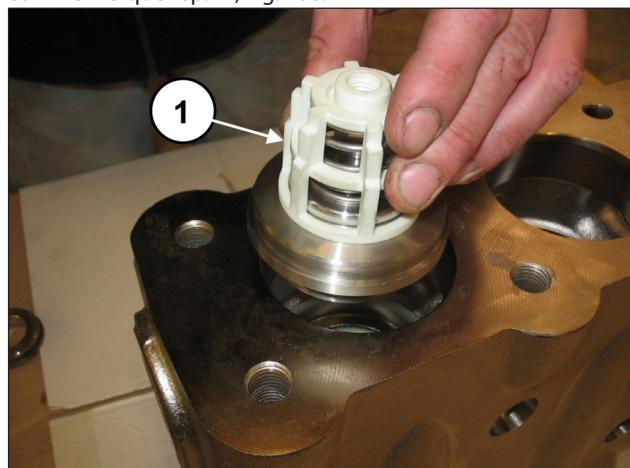
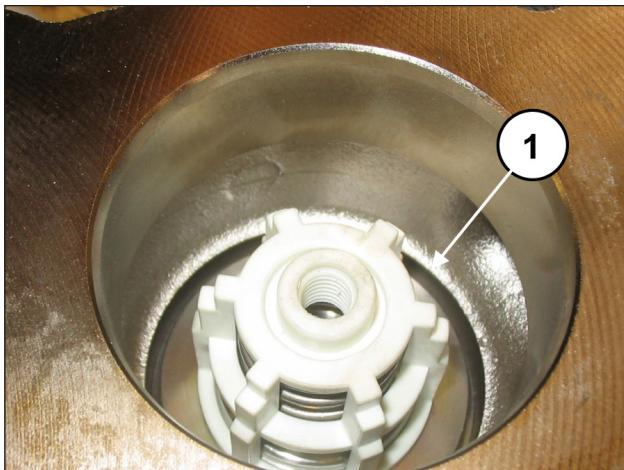

Fig. 107
Fig. 108
Placer le groupe soupape de refoulement (rep. ①, Fig. 107). Engager à fond le groupe soupape qui devra être positionné comme indiqué rep. ①, Fig. 108.